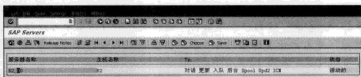
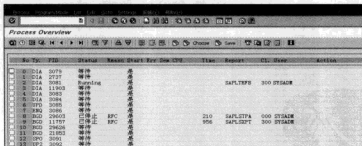

图 13-5 显示 SAP 应用服务器信息
图 13-7 显示服务器工作进程信息
STEP 1 在命令栏中输入“SM51”命令，进入服务器监控界面，如图 13-5 所示。
STEP 3 在图 13-5 中选择某个服务器的名称，然后单击“”按钮，即可显示该服务器下的所有工作进程信息，如图 13-7 所示。